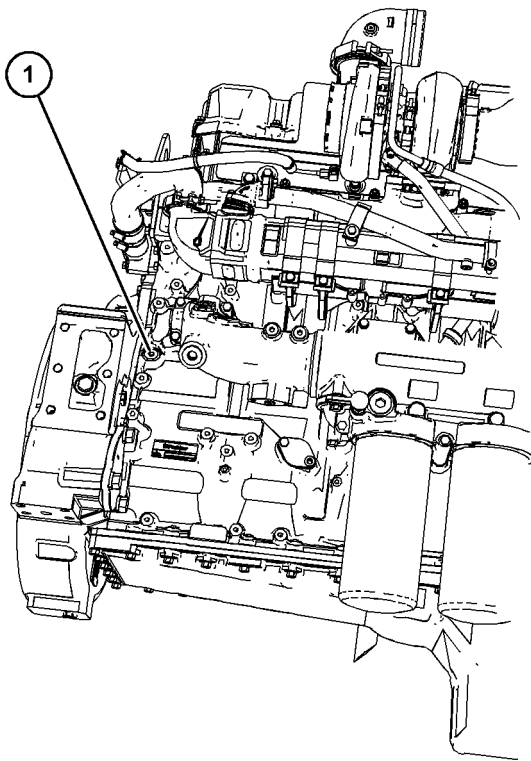

Ilustración 29
Quite uno de los tapones que se muestran en la ilustración 29 para conectarse al sistema de aceite del motor. La conexión que se requiere es 9/16" x 18 tpi. Asegúrese de que se use la especificación de aceite correcta. Para obtener más información, consulte Manual de Operación y Mantenimiento, Recomendaciones de fluidos. Una vez que se hayan lubricado las superficies internas del motor, quite el conector e instale el tapón (1). Apriete el tapón a un par de 30 N·m (265 lb in). Perkins recomienda que el procedimiento se realice a una temperatura ambiente mínima de 10° C (50° F).